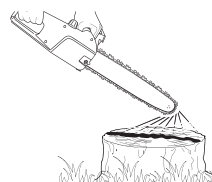

Fig. 14
2. Le guide-chaîne (13) et la chaîne (14) doivent impérativement être bien en place au moment du contrôle de graissage.
3. Lancez le moteur, laissez-le tourner à vitesse moyenne et vérifiez que l'huile de chaîne est libérée comme sur l'illustration ci-dessous (Fig. 14).